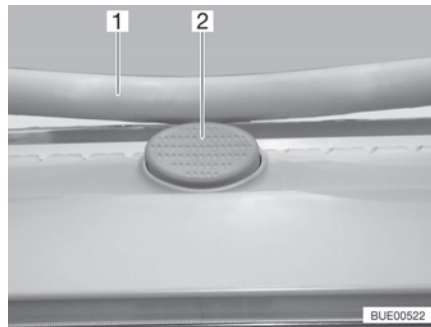

Bild 29 Sicherungsknopf (Heki-Dachhaube)
- Den Sicherungsknopf (Bild 29,2) drücken und den Bügel (Bild 29,1) mit beiden Händen nach unten ziehen.
- Den Bügel mit beiden Händen nach oben drücken, bis der Bügel oberhalb des Sicherungsknopfes (Bild 29,2) liegt.